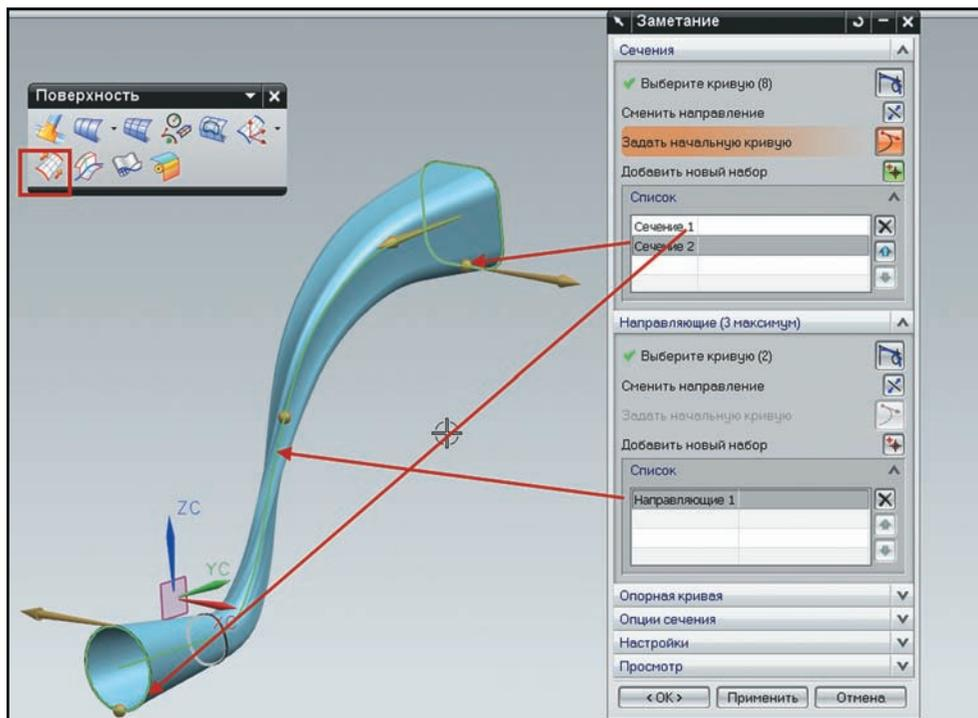

Рисунок 3.17 Создание поверхности заметания
- Во второй набор добавьте кривые второго сечения. Для этого в инструментальной панели выбора установите правило **Связанные кривые (Connected Curves)** и укажите нижнюю горизонтальную линию второго сечения. В данном случае мы намеренно допускаем ошибку, чтобы продемонстрировать работу кнопки перезадавания начальной кривой (рис. 3.17). Убедитесь в том, что направления сечений, указанные стрелками, совпадают.